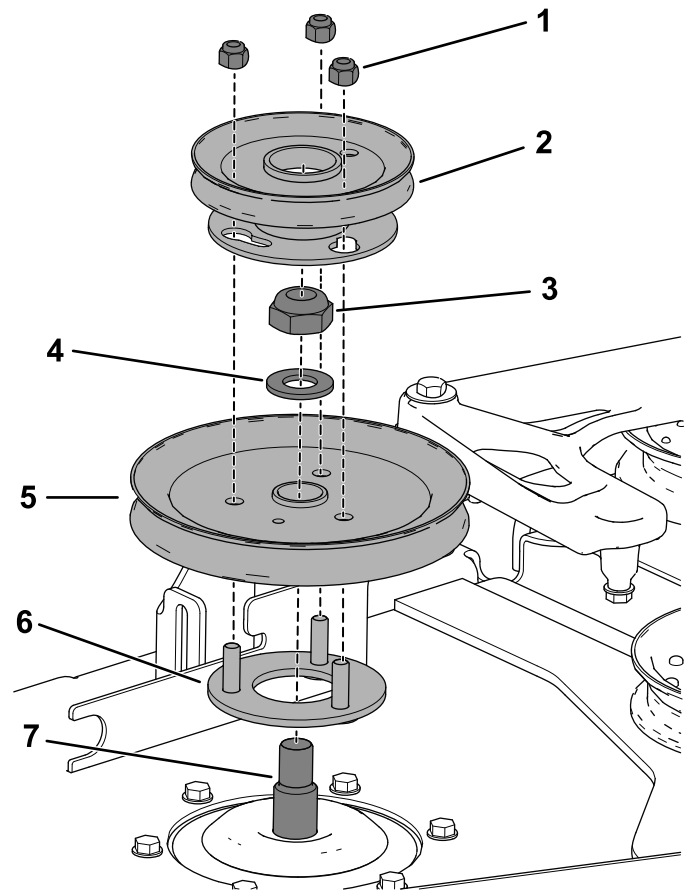

Bild 31
- Setzen Sie die Gewindestifte der Riemenscheibenbefestigung durch die Bohrungen der Riemenscheibe des Mähwerks (Bild 31).
- Befestigen Sie die Riemenscheibe des Mähwerks mit den vorher entfernten Sicherungsmutter (¾") und Scheibe an der Spindelwelle (Bild 31).
- Setzen Sie die Gebläseriemenscheibe auf die Gewindestifte auf und schrauben Sie die Sicherungsmutter handfest an (Bild 31).